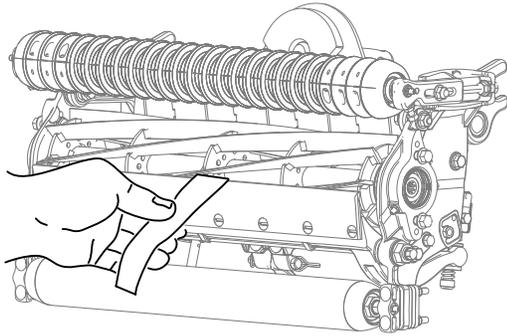

図 10
- 切れ味確認用のトロ製試験ペーパーを一枚、リールと下刃との間に、下刃に対して直角になるように差し入れて、カッティングユニットの切れ味をテストする **図 10**。ゆっくりとリールを回転させるこれで紙が切れれば合格である。